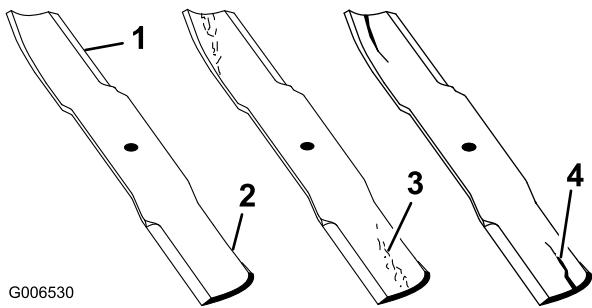

Figure 44
1. Examinez le tranchant des lames (Figure 44). Si elles ne sont pas tranchantes ou si elles présentent des indentations, déposez et affûtez les lames; voir Affûtage des lames.
2. Inspectez les lames, surtout la partie relevée (Figure 44). Remplacez immédiatement toute lame endommagée, usée ou qui présente une entaille (repère 3 de la Figure 44).